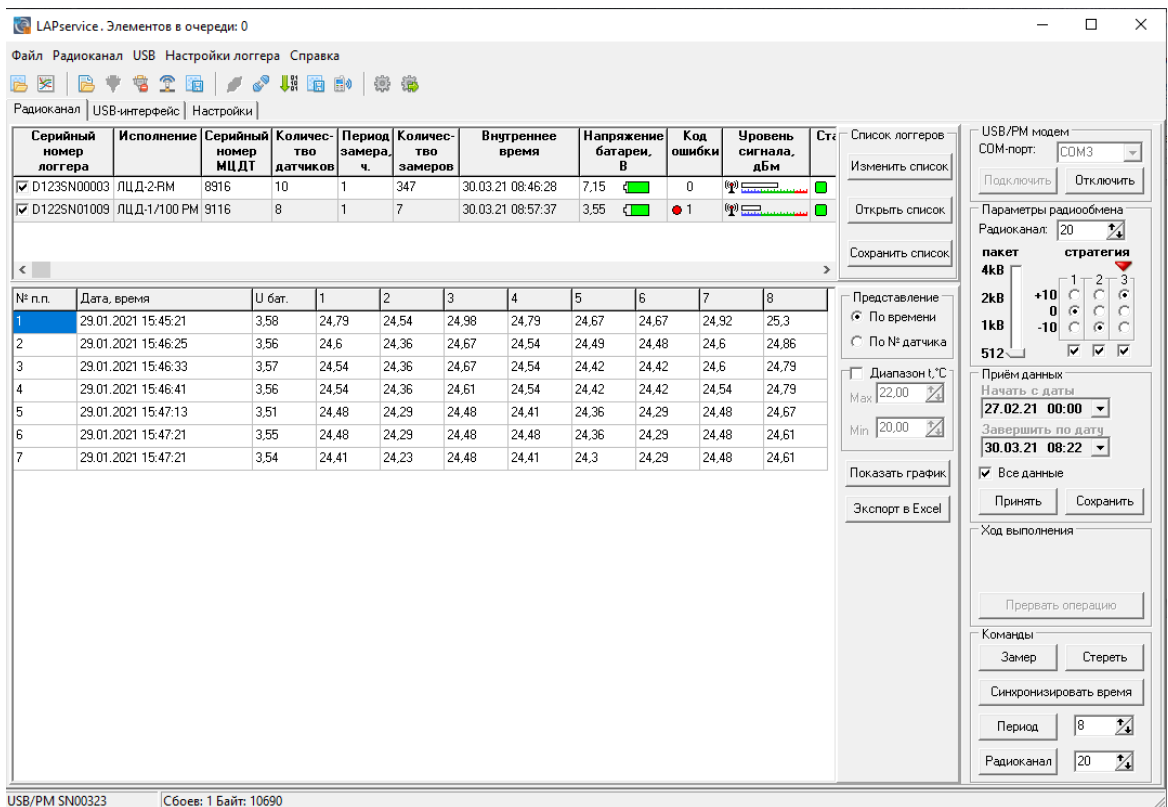

Рисунок 18
2.4.2.4 Работа с логгера по радиоканалу аналогична работе с логгером по USB, только дополнительно необходимо подключить переходник USB/PM в поле «USB/PM модем», настроить параметры радиообмена в поле «Параметры радиообмена» и внести опрашиваемые логгеры в «Список логгеров» (Рисунок 18). Описание использования программы дополнительно приведено в справочной системе ПО «LAPservice».